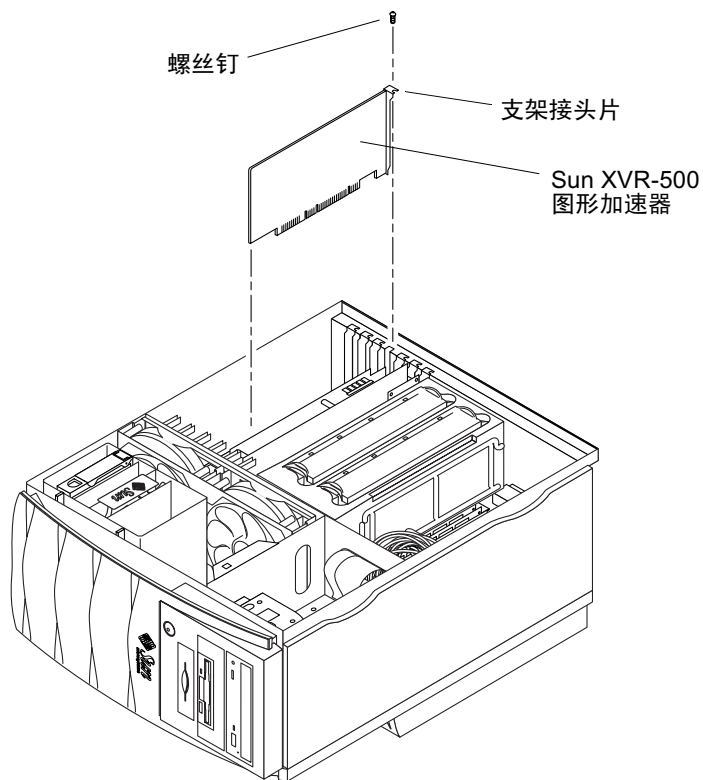

图 2-3 在 Sun Blade 1000 或 2000 系统中安装 Sun XVR-500 图形加速器
3. 将 Sun XVR-500 图形加速器安装到机箱（图 2-3）中。